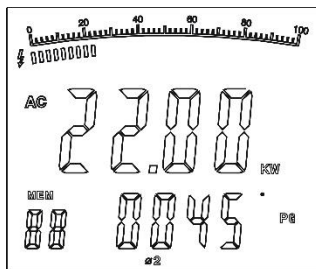

Рис. 9
2. После завершения измерения мощности 1-й фазы нажать **SEL**, чтобы выбрать $\Phi 2$. На двухуровневом экране отображается значение активной мощности кВт и угла фазы PG второй фазы **2**, как показано на рис. 9